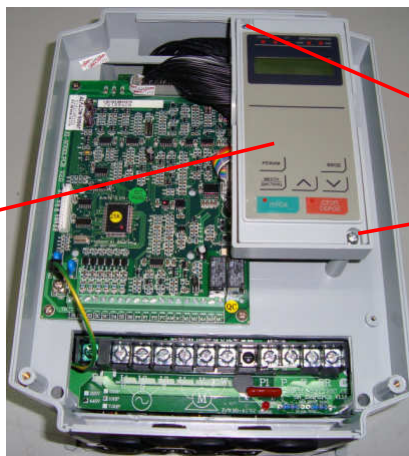

Рис. 6.2
- 6.2.1. Выкрутить два винта крепления пульта управления (рис. 6.2). Положить винты в тару.